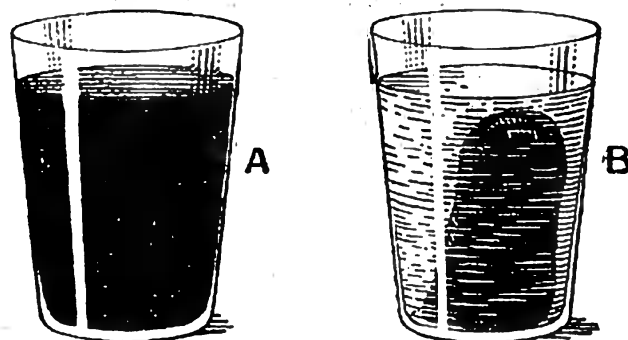

Fig. 2. — A : du sang frais dans un verre; — B : quelque temps après, le sang a formé un caillot noirâtre qui baigne dans un liquide jaune.
**1. Le sang.** — Observons le sang d'un lapin ou d'un poulet qu'on vient de tuer. C'est un liquide rouge, épais. Touchons-le: il colle aux doigts et paraît gluant. Au bout de quelque temps, il se caille et, dans le verre qui le contient, nous voyons alors un caillot noirâtre baignant dans un liquide jaune (*fig. 2*).